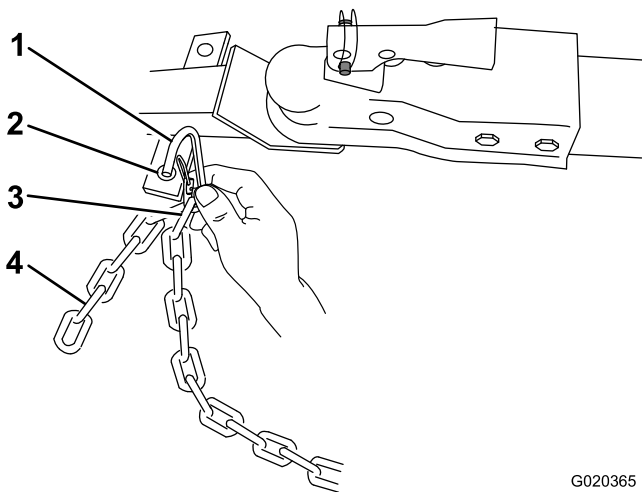

Figura 28
- Conecte cada tramo de cadena al punto de montaje de la cadena de seguridad del vehículo de remolque con los conectores (Figura 28).
Nota: Para los modelos 68007 y 68008, conecte los conectores a los eslabones apropiados de la cadena de seguridad (Figura 28). Si la cadena sobrante cuelga